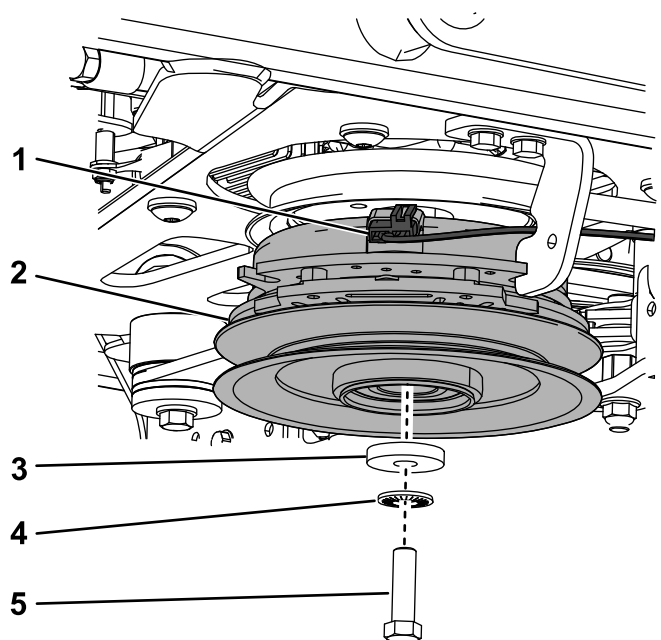

Figura 77
- B. Retire el perno, la arandela, la arandela de muelle y el embrague (Figura 77).